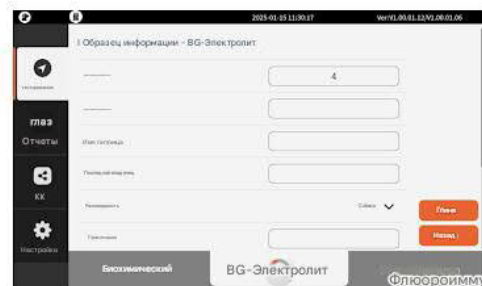

Рис. 4-5-3
- 3) После начала теста нажмите [Информация об образце], чтобы заполнить информацию об образце, как показано на рис. 4-5-3.